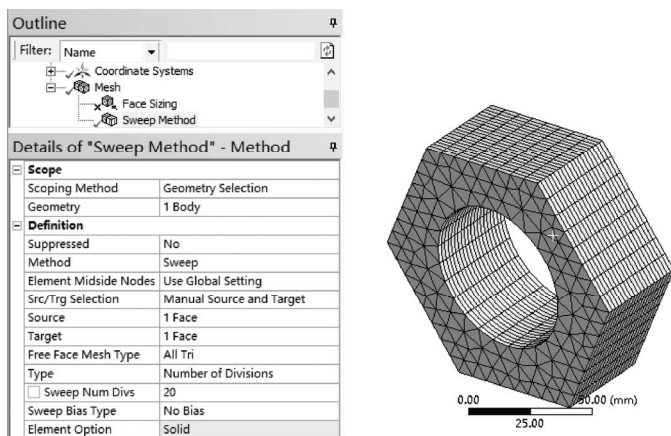

图 4-44 Sweep Method 方法设置与生成网格模型
16) 单击 Generate, 方法设置与生成网格模型如图 4-44 所示。